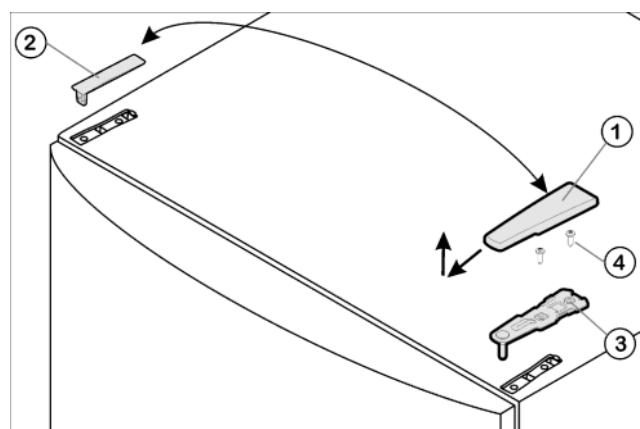

Fig. 4
- Потяните крышки Fig. 4 (1) вперед и вверх.
- Снимите крышки Fig. 4 (2).
- ▶ Открутите верхний опорный кронштейн Fig. 4 (3) (2 шт. Torx® 25) Fig. 4 (4) и вытяните вверх.
- ▶ Установите верхний опорный кронштейн Fig. 4 (3) на новой стороне шарнира и защелкните в дверце.
- ▶ Привинтите верхний опорный кронштейн (с моментом 4 Нм)(2 шт. Torx® 25) Fig. 4 (4). При необходимости проделайте отверстия или используйте аккумуляторную отвертку.
- ▶ Наденьте и защёлкните крышку Fig. 4 (1) и крышку Fig. 4 (2) на противоположной стороне снаружи.